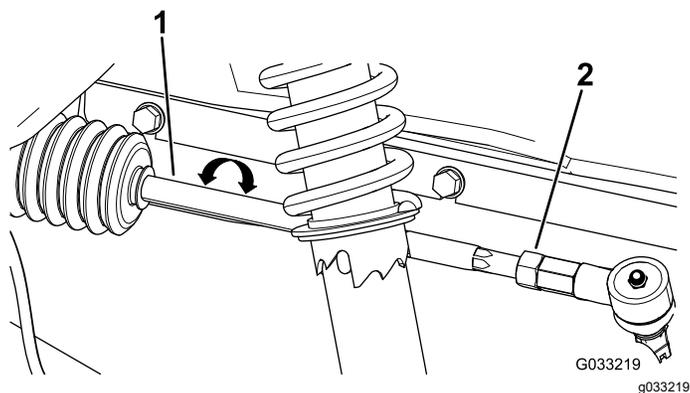

図 39
2. 前後の測定値の差が所定範囲 03 mm にならない場合は、タイロッドの外側端部にあるジャムナットをゆるめて調整を行う 図 39。